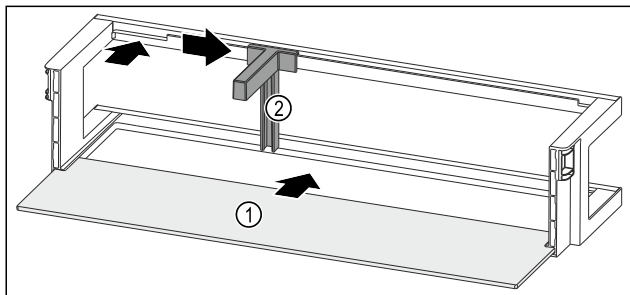

Fig. 136 Półka w drzwiach z półką
- Wsunąć półkę Fig. 136 (1) w boczne wycięcia.
- Włożyć uchwyt butelek Fig. 136 (2) do zagłębienia.
- Przesunąć uchwyt butelek Fig. 136 (2) na wybraną pozycję na bok.